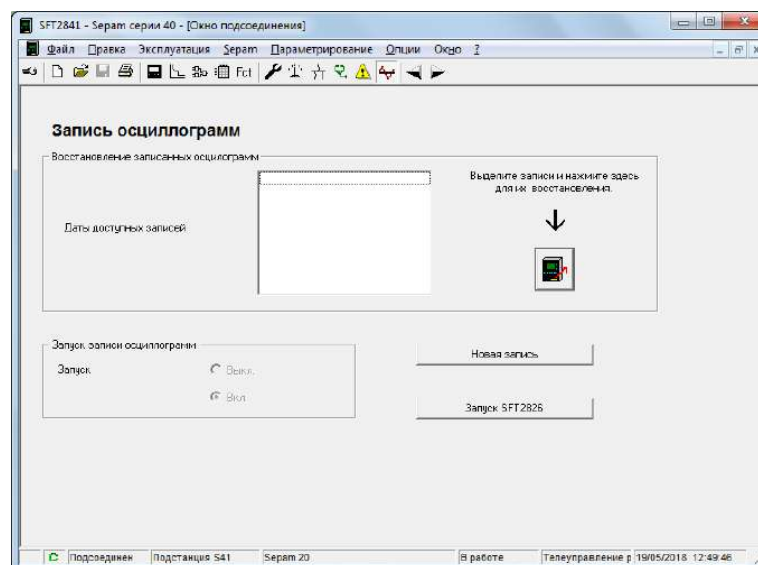

Рисунок 7.8 – Окно «Запись осциллограмм»
15. В окне программы SFT2841 перейти на вкладку «Запись осциллограмм» (рис. 7.8), выбрать из списка осциллограммы возникновения больших токов и нажатием на кнопку по стрелке выгрузить осциллограммы в папку с отчетом по работе.